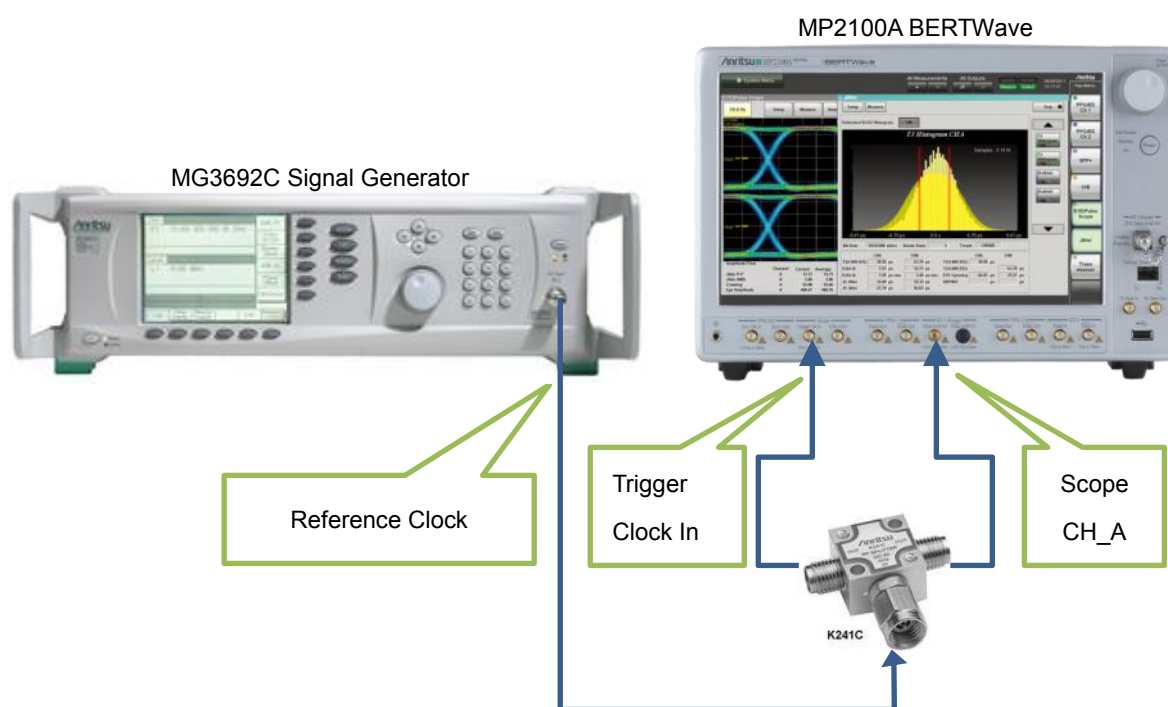
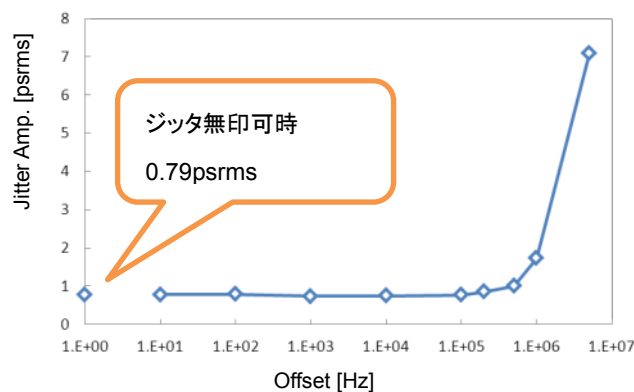

図 2. MP2100A サンプリングスコープ部の内部残留ジッタ測定系
図 12. MG3690C Signal Generator の Phase Noise
サンプリングスコープの内部残留ジッタは、トリガークロック回路自体が持つランダムジッタ成分(RJ_1)がその主要因となっています。ここでは、外部シンセサイザを用いてトリガークロック回路の内部残留ジッタ(RJ_1)を計測し、Correction Factor として使用する方法を説明します。図 2 に、残留ジッタ測定時の測定系を示します。なお、ここでは、Bit Rate: 10.3125Gbit/s での使用を想定しています。
- 1) Signal Generator のクロック出力を Power Splitter で分岐し、MP2100A の Trigger Clock Input 及び Scope CH_A に接続します(図 2 参照)。
ここで、変調周波数の積分帯域を 1MHz 以上とした理由は、本測定方法では、変調周波数 1MHz 以下のジッタが無視されるためです。図2の測定系で、測定された残留ジッタは 0.79psrm でした。同じ接続状態で、Signal Generator から 20pspp (7.071psrms)のジッタを発生させ、その変調周波数を 10Hz から 5MHz まで変化させたとき、MP2100A で観測されるジッタ量を図12に示します。この結果から、1MHz 以下のジッタ変調周波数であれば、ジッタを印可してもしなくても、観測されるジッタ量は同じであることが分かります。この測定では、トリガークロックと被測定信号が全く同じ信号であるため、一定の変調周波数までは信号源が持つジッタがキャンセルされ、測定器の内部残留ジッタのみ観測される事がわかります。